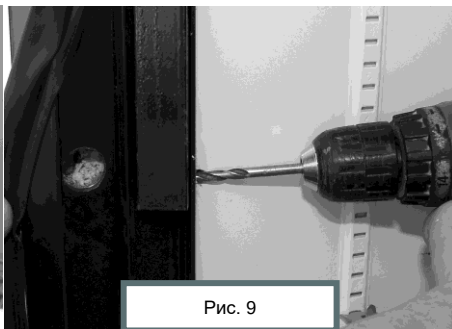

Рис. 9
3. Снять лампу и плафон со стенки холодильной камеры (при их наличии), и в полость отверстия для замка Promix-SM131.10 просверлить отверстие диаметром 6 мм (см. рис. 9).